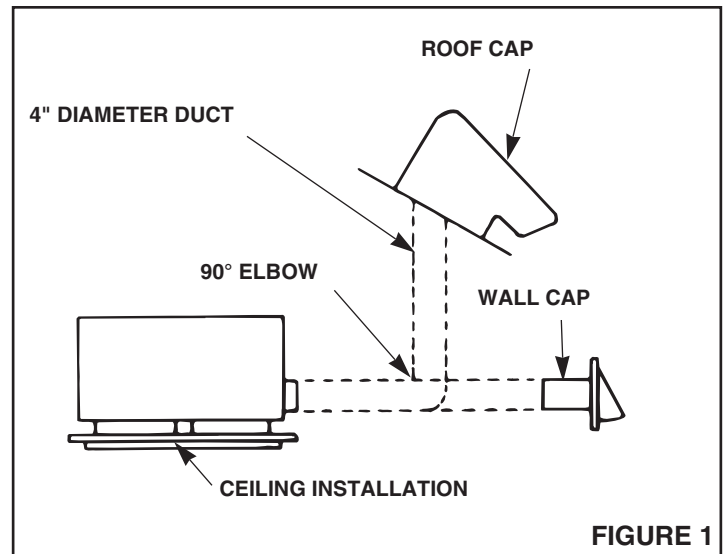
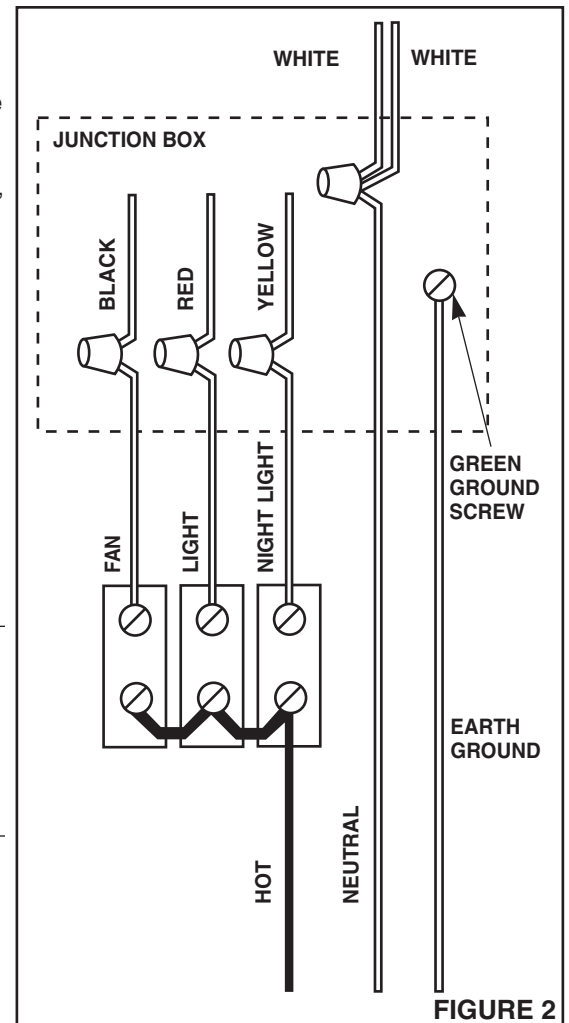

FIGURE 1
FIGURE 2
4. Refer to Figure 1. Use 4" round duct to discharge the ventilator to the outside.
Refer Figure 2.
Refer to Figure 2 for wiring and Figure 1 for ducting.
4. Voir Figure 1. Utiliser un conduit rond de 4 po comme décharge extérieure pour le ventilateur.
Consulter la Figure 2.